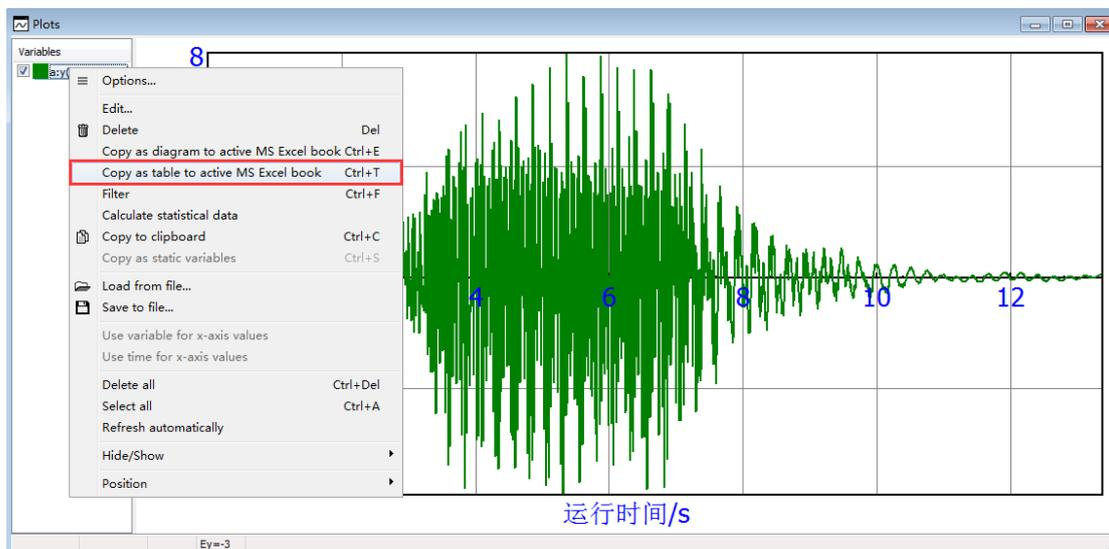

图 013-4 设置输出结果类型 2
1、在绘图窗口选中变量点右键，选择 **Copy as table to active MS Excel book**，如图 013-4；